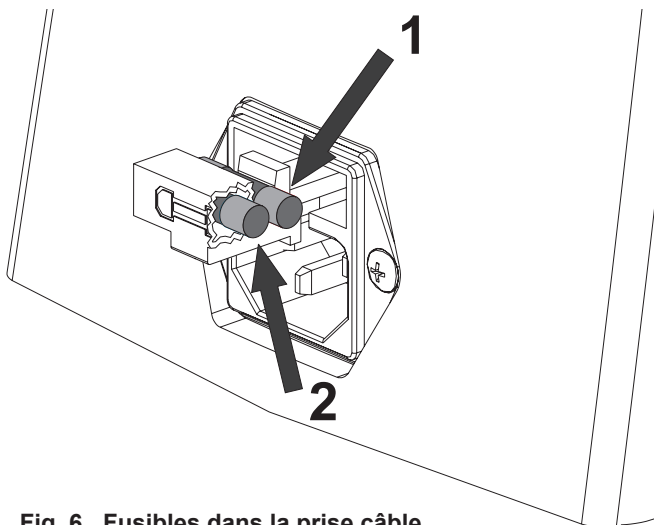

Fig. 6 Fusibles dans la prise câble.
- Le fusible de la prise câble (fig. 6 et 1) est intacte. S'il est défectueux, le remplacer par le fusible supplémentaire qui se trouve dans la prise câble (fig. 6 et 2).